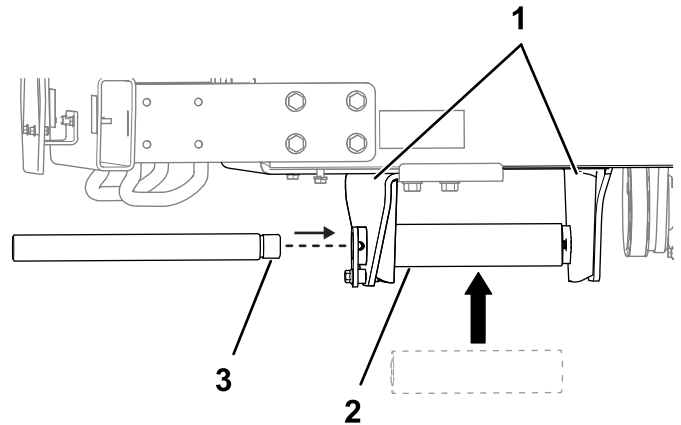

Figura 13
2. Inserite l'assale del distanziale tra i supporti dell'assale per garantire che si trovino alla distanza corretta (Figura 13). Regolate la posizione del supporto dell'assale sostitutivo in modo opportuno.
3. Inserite l'albero di articolazione attraverso l'assale del distanziale (Figura 13). Se l'albero di articolazione non ruota liberamente, regolate la posizione del supporto dell'assale sostitutivo. Levigate i bordi del telaio come necessario.